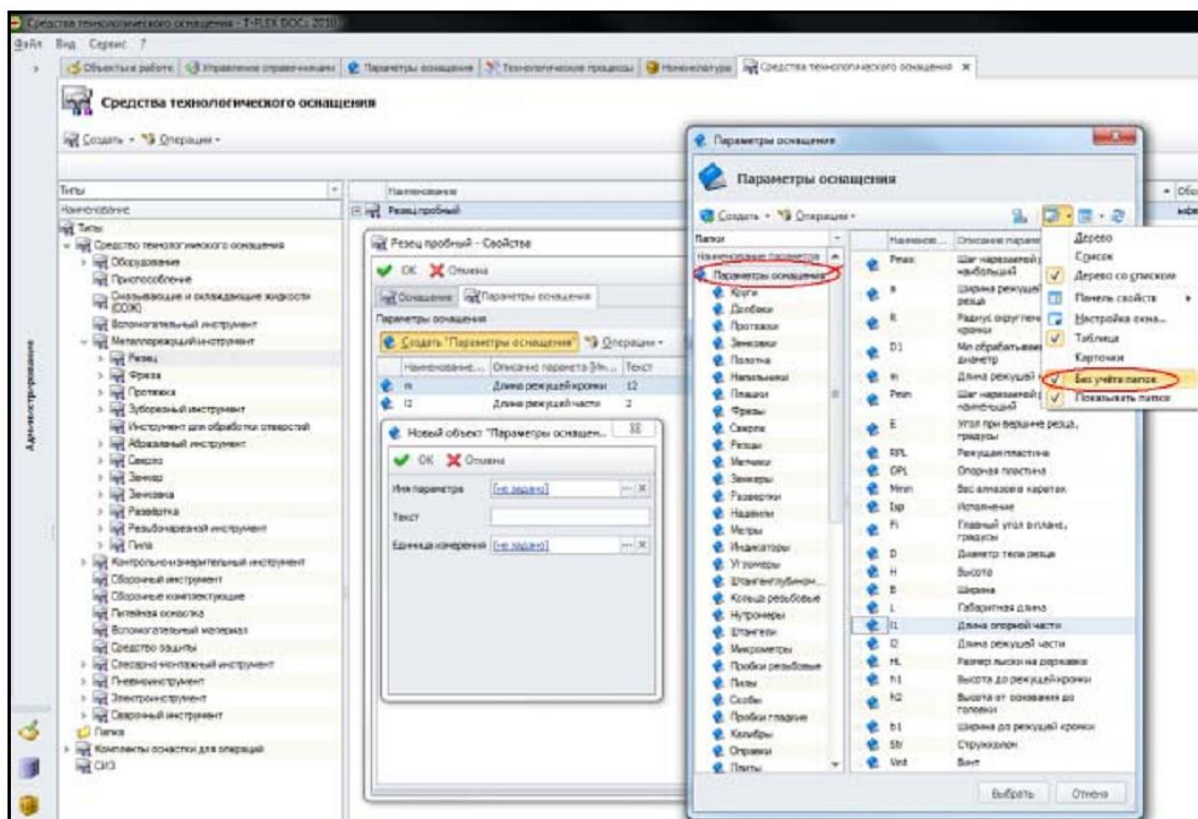
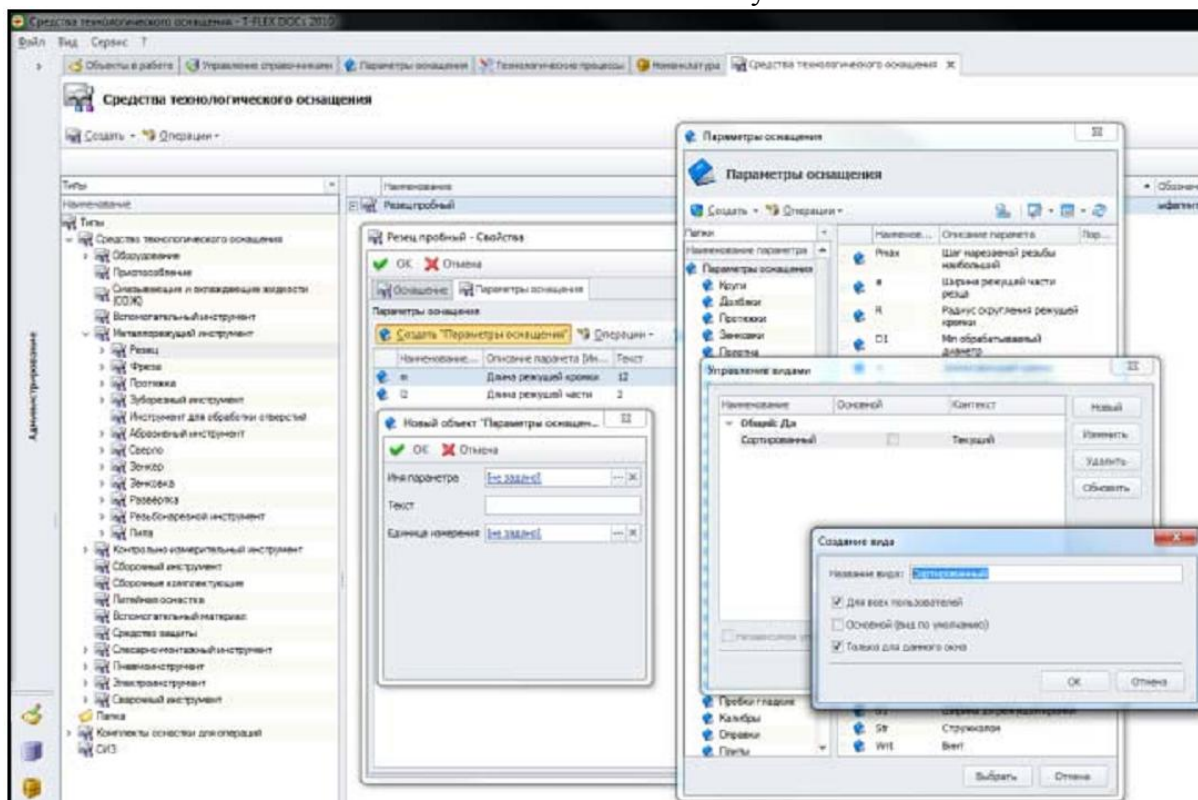

Рис. 106 Установка значения «По умолчанию»
Рис. 107 Создание вида для справочника «Параметры оснащения»
4. Далее создадим параметр оснащения. По умолчанию нам может открыться произвольная папка, в которой значений по фильтру не содержится. Чтобы настроить список нужных параметров, выделим головной тип «Параметры оснащения». Далее выберем отображение «Без учёта папок» (рис. 106). Отсортированный список станет видимым. Настроим необходимые колонки. Закрепим отображение справочника для данного окна созданием вида с опциями, например, как показано на рисунке Рис. 107.